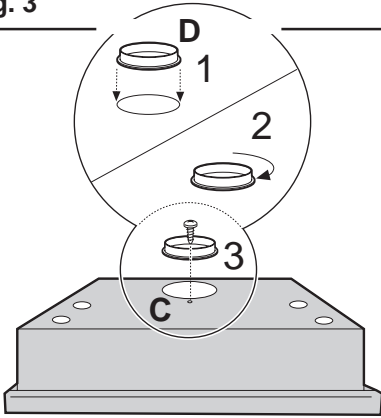

Fig. 5
Die verbrauchte Luft wird über ein Rohr nach Außen abgeleitet, welches mittels eines Abluftstutzens **D** an die Abzugsöffnung **C** anzuschließen ist. (Abb. 5)
- Die gereinigte Luft wird oberhalb des Hängeschrankes mittels eines durch den Hängeschrank verlegten Abluftschlauches abgeleitet; der Durchmesser dieses Abluftschlauches muß dem des Abluftstutzens **D** entsprechen. (Abb. 5)